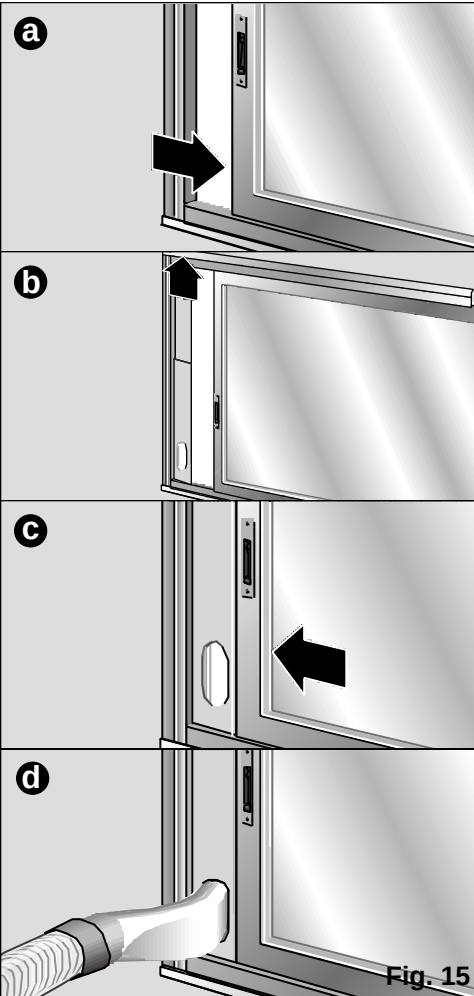

Fig. 15
- También se puede utilizar el accesorio de instalación corredera ventana / balcón (ver "Descripción de los accesorios"), **Fig. 15: a, b, c, d**. Este sirve tanto para ventanas horizontales como verticales / balcones.